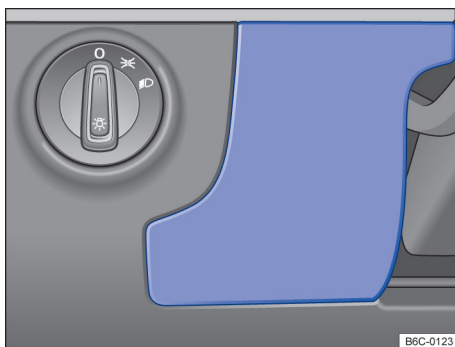

Fig. 139 No lado do condutor do painel de instrumentos: cobertura da caixa de fusíveis.
- Segurar a cobertura da caixa de fusíveis → Fig. 139 e puxar para frente.